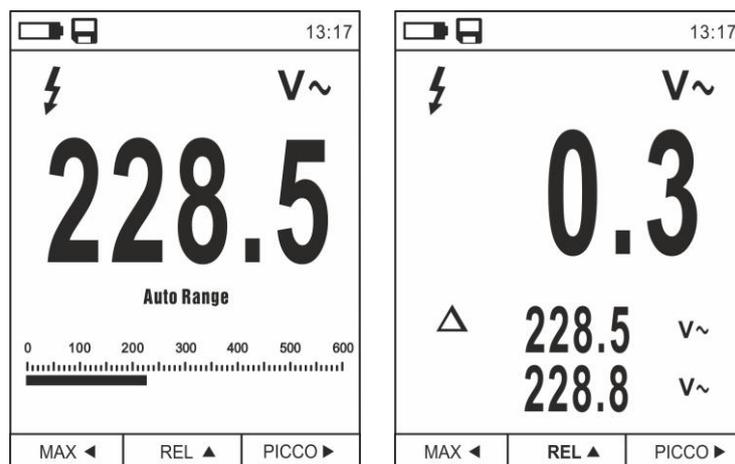

Fig. 8: Misura relativa
1. Premere il tasto **REL ▲** per entrare nella misura relativa (vedere Fig. 8 – parte destra). Lo strumento azzerizza il display e salva il valore visualizzato quale valore di riferimento a cui saranno riferite le successive misure. Il simbolo “ Δ ” è mostrato a display. Le funzioni “MAX/MIN” e “PICCO” non sono attive in questa modalità